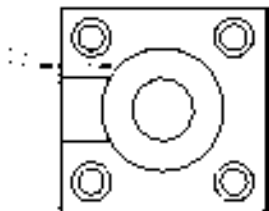

图 5.2.24 标注水平尺寸
- 在图 5.2.23 所示的快捷菜单中选择 **水平** 命令，此时在视图中显示尺寸，如图 5.2.24 所示。